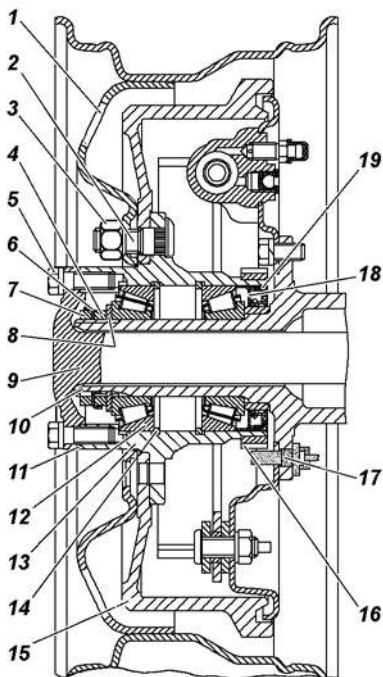

Рис. 9.22. Ступица заднего колеса:
2. Снимите колпак колеса. Демонтируйте полуось 9 (рис. 9.22) заднего моста или фланец ведущий ступицы переднего моста.